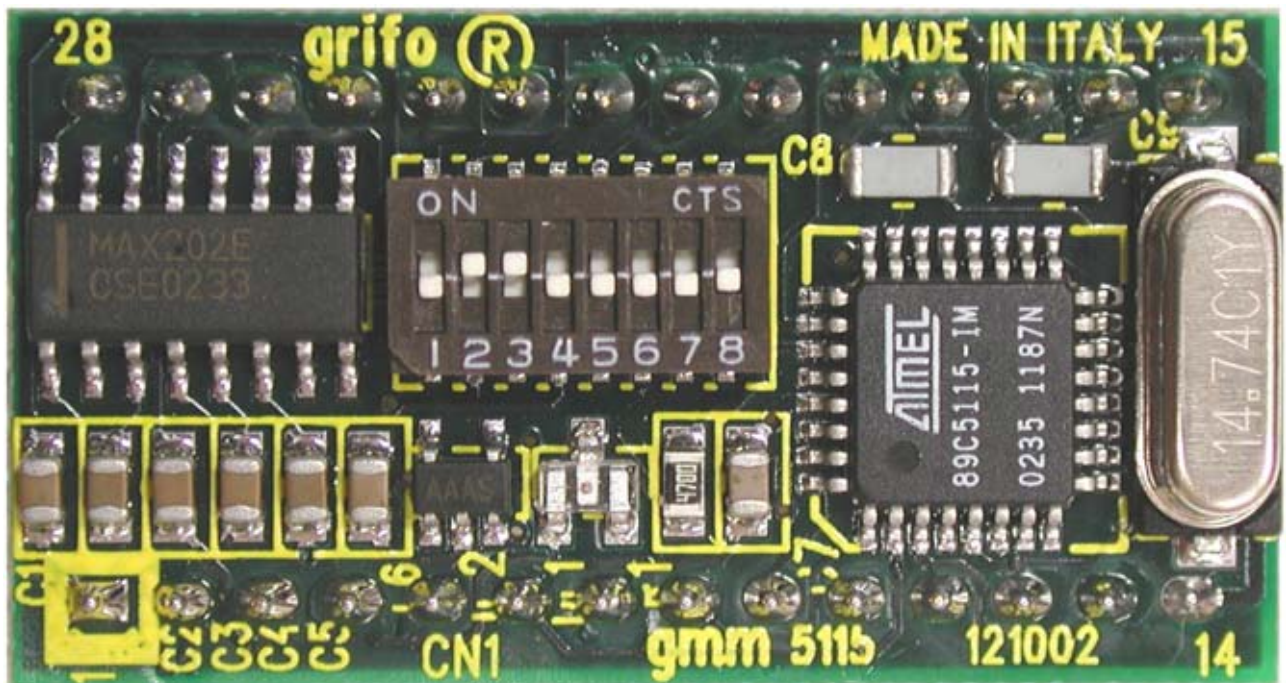

FIGURA 5: FOTO SCHEDA GMM 5115
- A1) Realizzare il collegamento descritto nella figura 5 o installare il Mini Modulo su una **GMM TST** o una **GMB HR84** facendo riferimento al manuale di tali schede